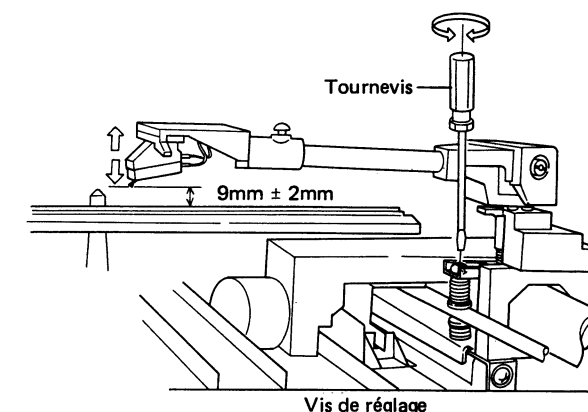

Fig. 11-2 Réglage de la levée du bras
- \* Lors de la montée du bras, vérifier que l'extrémité de la pointe de lecture se trouve à  $9 \pm 2mm$  au-dessus de la surface du disque et que l'extrémité de la pointe du lève-bras se trouve dans la gorge en "V" (Fig. 11-2).